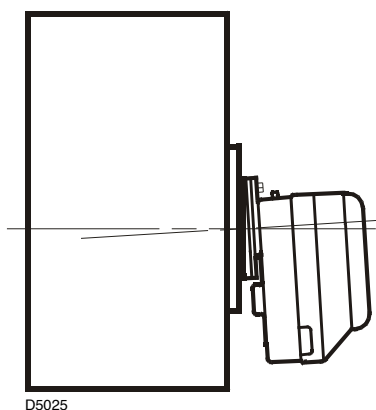

Fig. 8
- Después de la instalación, controlar que el quemador esté ligeramente inclinado, como se indica en la Fig. 8.